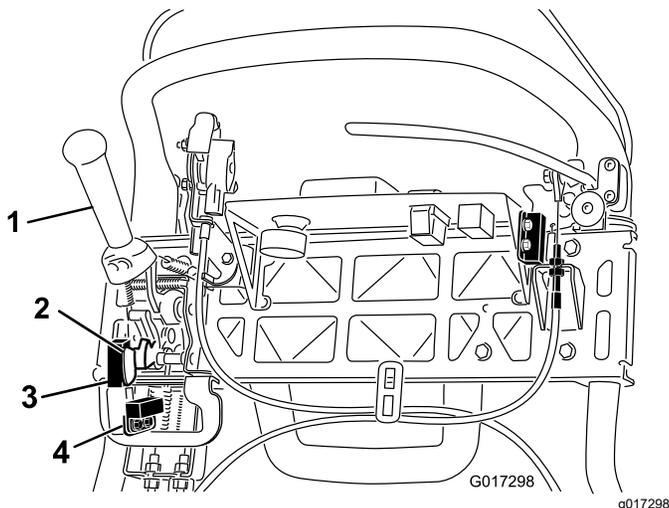

図 37
4. インタロックスイッチを固定しているねじをゆるめる 図 37。
5. 走行レバーとインタロックスイッチとの間に厚さ 1.6 mm のすきまゲージをはさむ 図 37。
4. 刈り込みセンサー取り付けねじをゆるめる 図 37。
5. 刈り込みセンサーフラッグとセンサーとの間に厚さ 1.6 mm のシムをはさむ 図 37。